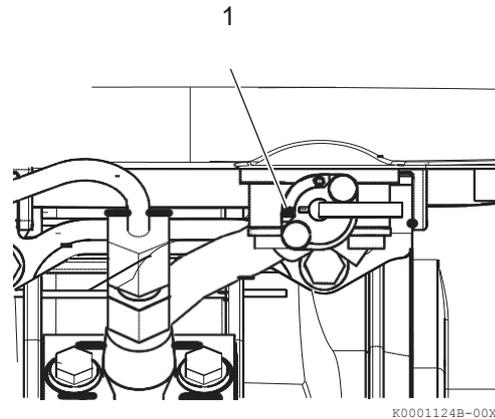

Figure 22
1. Basculer le robinet de carburant sur la position STOP (**Figure 22, (1)**).